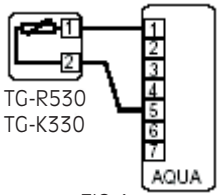

FIG. 1
- FIG. 1: Hauptfühler bei Verwendung des Internen Sollwertpotis